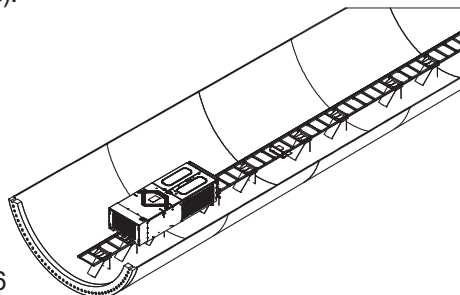

Fig. 6
4. Colocar la cabina en el interior de la sección inferior de la torre asegurándose de que los rodillos de guía de la parte inferior están alineados con un soporte de escalera (ver la Fig. 6).